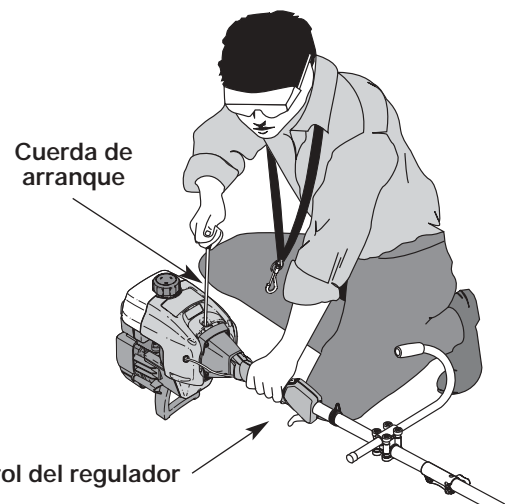

Fig. 18
**ADVERTENCIA:** Evite los arranques accidentales. Colóquese en posición de inicio cuando tire de la cuerda de arranque (Fig. 18). El operador y la unidad deben estar en una posición estable al arrancar la unidad para evitar graves lesiones personales.
5. Con la unidad en la posición de arranque (Fig. 18). **NO APRIETE EL CONTROL DE ACELERACIÓN**, hale la cuerda de arranque con fuerza 5 veces, la palanca EZ-Start™ debe estar hacia la izquierda. Si la unidad empieza a funcionar antes de la quinta tirada de la cuerda, avance hacia el Paso 6.
1. Saque la mano del control del regulador (Fig. 18). Deje enfriar el motor en mínima.